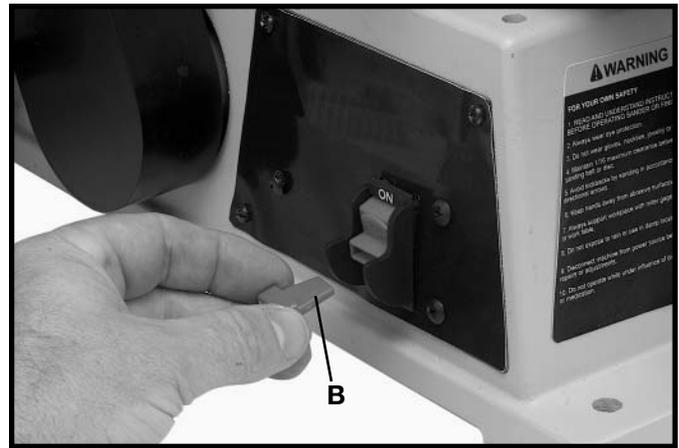

Fig. 23
IMPORTANT : Nous suggérons de verrouiller l'interrupteur de la machine à la position «OFF» (ARRÊT) lorsque celle-ci n'est pas employée pour empêcher une utilisation non autorisée. Il faut donc saisir le bouton de l'interrupteur (B) fig.23 pour le retirer de l'interrupteur comme l'illustre la figure. Une fois le bouton (B) enlevé, l'interrupteur ne fonctionne plus. Toutefois, si le bouton est enlevé lorsque la machine est en marche, elle peut être arrêtée, mais elle ne pourra pas être remise en marche sans ce bouton (B).